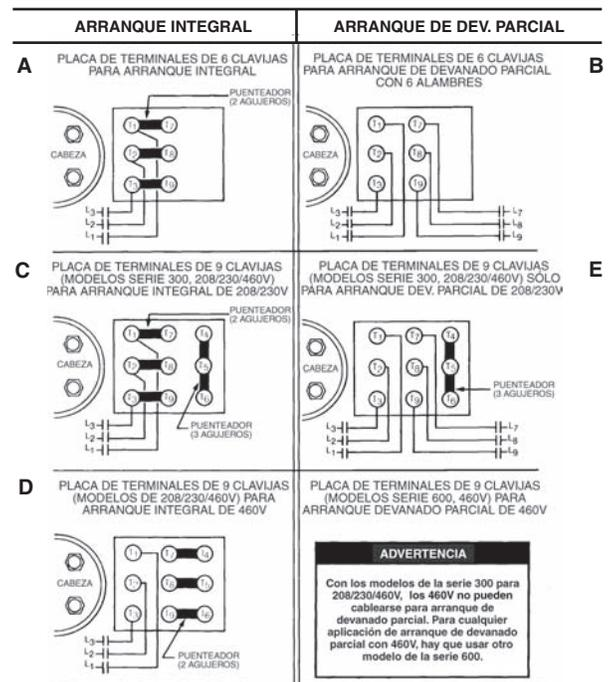

FIGURA 1
**PRECAUCIÓN:** No cargue aceite a través del tubo de succión ni a través de los accesorios de acceso de succión del compresor. Véanse las Figura 1 y 2, donde se indica el puerto recomendado para cargar aceite. El agregar aceite al lado de succión del compresor puede causar daños en las válvulas de succión/expulsión, pistones y/o bielas de conexión.
Antes de cablear las conexiones, consulte el diagrama de cableado ubicado al interior de la caja de terminales del compresor así como en la Figura 1 mostrada abajo.
Las (3) barras puenteadoras que se entregan junto con el compresor sólo se requieren para el arranque integral de 3 alambres, donde las barras puenteadoras se instalan directamente en los pernos de terminales conectando T1 y T7, T2 y T8 así como T3 y T9, tal como se muestra en la Figura 1-A.
D. Arranque integral o de devanado parcial de 6 alambres (Figura 1-B): Los (6) alambres de potencia deben instalarse y fijarse en los pernos de terminales respectivos usando las (6) tuercas de seguridad 3/8-16 que se entregan con el compresor. Apriete las tuercas de seguridad con un par de torsión máximo de 18 lb-ft (24 Nm).
E. Para el arranque integral 208/230V-3-60 ó 200V-3-50 de 9 clavijas, conecte las barras puenteadoras de la siguiente manera (Figura 1-C):
1. Instale las (3) barras puenteadoras de cobre con 2 agujeros para conectar los terminales 1 y 7, 2 y 6, así como 3 y 9.
7. Instale las (9) tuercas de seguridad (incluidas en este juego) en los pernos de terminales para asegurar las conexiones entre las barras puenteadoras y los cables. Apriete las tuercas de seguridad con un par de torsión máximo de 18 lb-ft (24 Nm).
F. Para el arranque de devanado parcial 208/230V-3-60 ó 200V-3-50 de 9 clavijas, conecte las barras puenteadoras de la siguiente manera (Figura 1-D):
6. Instale las (9) tuercas de seguridad (incluidas en este juego) en los pernos de terminales para asegurar las conexiones entre la barra puenteadora y los cables. Apriete las tuercas de seguridad con un par de torsión máximo de 18 lb-ft (24 Nm).
G. Para el arranque integral 460V-3-60 ó 400V-3-50 de 9 clavijas, conecte las barras puenteadoras de la siguiente manera (Figura 1-E):
1. Instale las (3) barras puenteadoras de cobre con 2 agujeros para conectar los terminales 7 y 4, 8 y 5, así como 9 y 6.
3. Instale las (9) tuercas de seguridad (incluidas en este juego) en los pernos de terminales para asegurar las conexiones entre las barras